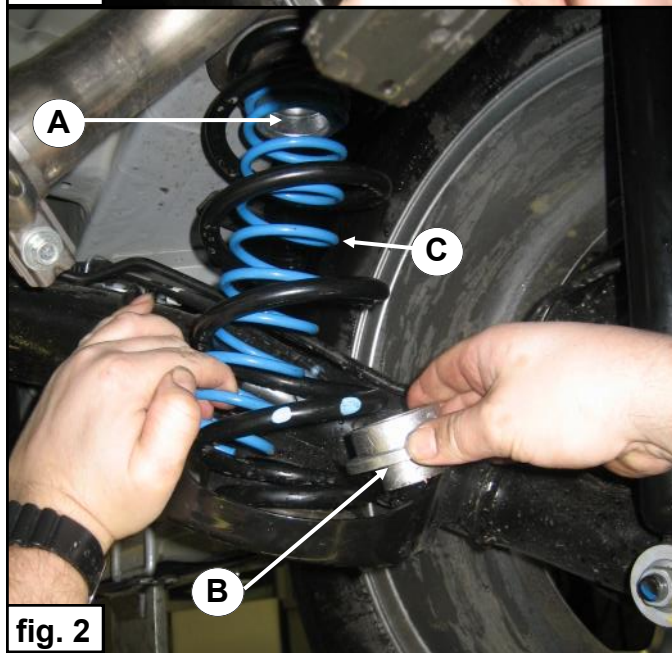

fig. 2
2. Breng de hulpveer **C** met veerschotel **A** met een kantel beweging in de hoofdveer en draai de hulpveer helemaal in de hoofdveer. Zie fig. 2.
3. Plaats de aluminium veerschotels **B** onder in de hoofdveerschotel. Zie fig. 2.